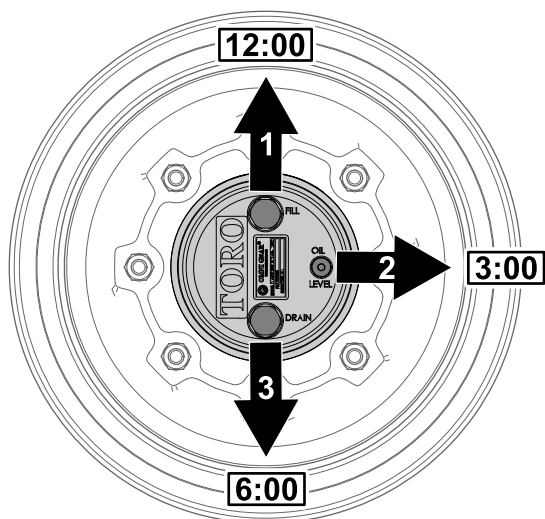

Figura 98
1. Parcheggiate la macchina su una superficie pianeggiante, posizionate la ruota in modo che il tappo di riempimento si trovi nella posizione a ore 12, il tappo di controllo nella posizione a ore 3 e il tappo di spurgo nella posizione a ore 6 (Figura 98).
2. Rimuovete il tappo di controllo nella posizione a ore 3 (Figura 98).
1. Parcheggiate la macchina su una superficie pianeggiante, posizionate la ruota in modo che il tappo di riempimento si trovi nella posizione a ore 12, il tappo di controllo nella posizione a ore 3 e il tappo di spurgo nella posizione a ore 6; fate riferimento alla Figura 98 in Controllo del lubrificante della trasmissione degli ingranaggi a ruotismo planetario (pagina 70).